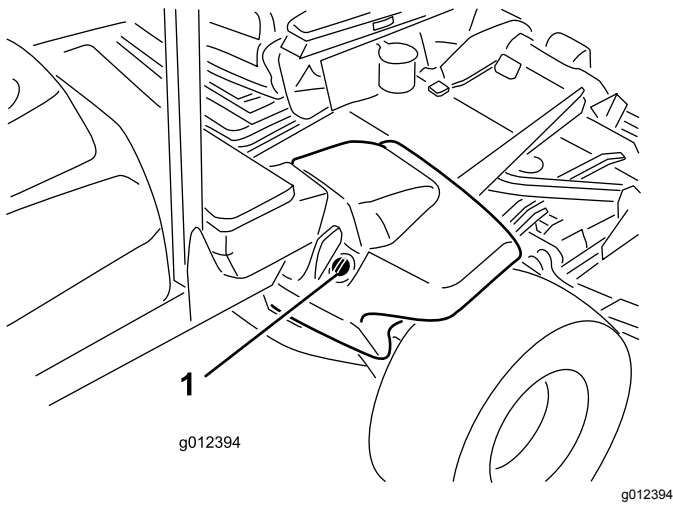

Bild 18
2. Reinigen Sie den Bereich um den Einfüllstutzen und den Deckel des Hydraulikölbehälters (Bild 18). Drehen Sie den Deckel vom Einfüllstutzen ab.